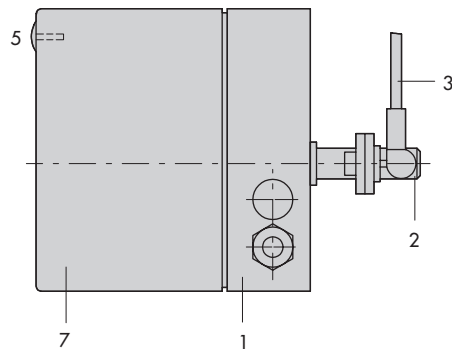
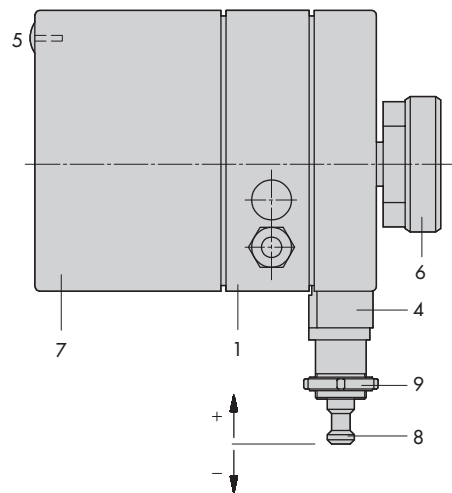

Рис. 3 · Тип 5801-4
Рис. 4 · Тип 5802-4
На рис. 3 показан поворотный привод (1) типа 5801. Он состоит из реверсивного синхронного электродвигателя с коротко замкнутым ротором и не требующего обслуживания передаточного механизма, который через муфту связан с выходным валом (2) и рычажной системой (3). За счет пристройки передаточного механизма поступательного движения (4) получается показанный на рис. 4 привод поступательного действия типа 5802. Для комбинации с клапанами типа 3260 и 3267 с диаметрами условного прохода от Ду 15 до Ду 65 поставляется привод со станиной.